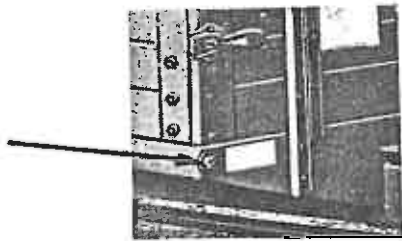

Fig. 9. Justering af bundkæde
2.4. Justering af bundkæde Fig. 9.